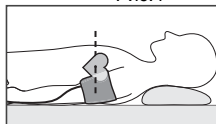

Рис.5
2. Вы можете измерять давление и лежа на спине. Смотрите на потолок, сохраняйте спокойствие и не двигайтесь во время измерения. Обязательно удостоверьтесь, что место измерения на плече находится приблизительно на том же уровне, что и сердце (рис.5).